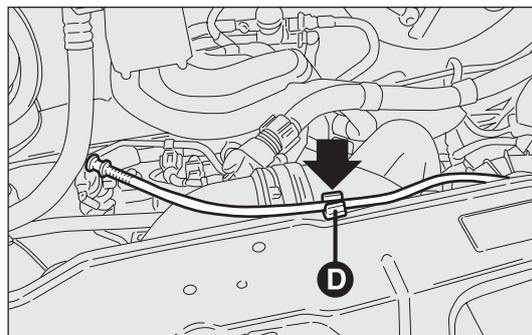
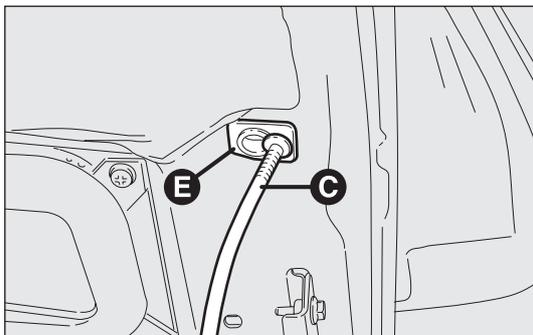

fig. 125
fig. 126
- sollevare il cofano e contemporaneamente liberare l'asta di sostegno fig. 125 dal proprio dispositivo di bloccaggio D, quindi inserire l'estremità C-fig. 126 dell'asta nella sede E del cofano.
- ❑ tenere sollevato il cofano con una mano e con l'altra togliere l'asta C-fig. 126 dalla sede E e reinserirla nel proprio dispositivo di bloccaggio D-fig. 125;